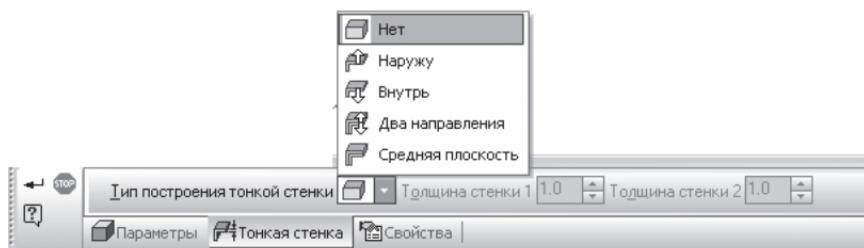

Рис. 124. Выбор типа построения тонкой стенки
- на панели **Свойства** на вкладке **Тонкая стенка** укажите тип построения тонкой стенки – **Нет** (рис. 124);